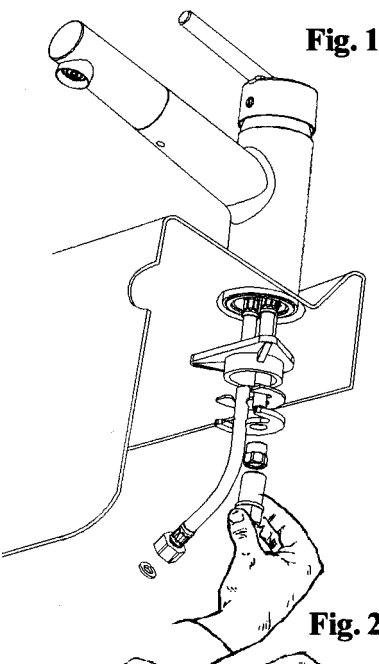

Fig. 1
- ◆ Destornillar la tuerca (19) y sacar el set para fijación (18 a - b).
- ◆ Poner el soporte (17) (opcional) la junta para fijarlo (18-a) y la arandela de fijación (18-b) sobre el perno roscado
- ◆ Fijarlo totalmente utilizando la tuerca (19) (Fig.1)